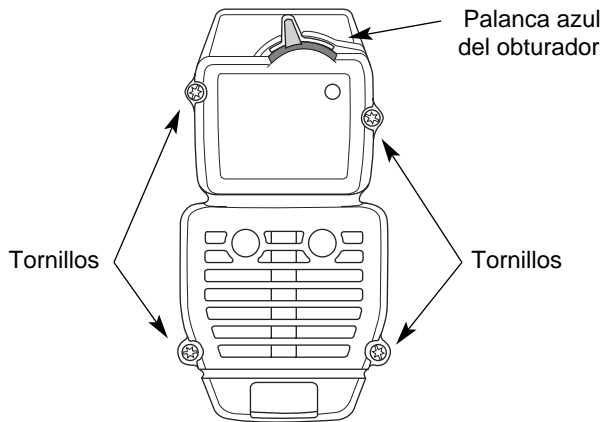

Fig. 24
2. Saque los cuatro (4) tornillos que sostienen la cubierta del silenciador / filtro de aire (Fig. 24). Use un destornillador de vástago plano o de broca Torx N1 T20.
2. Inserte los cuatro (4) tornillos en los orificios de la cubierta del silenciador / filtro de aire (Fig. 24) y ajústelos. No los ajuste demasiado.